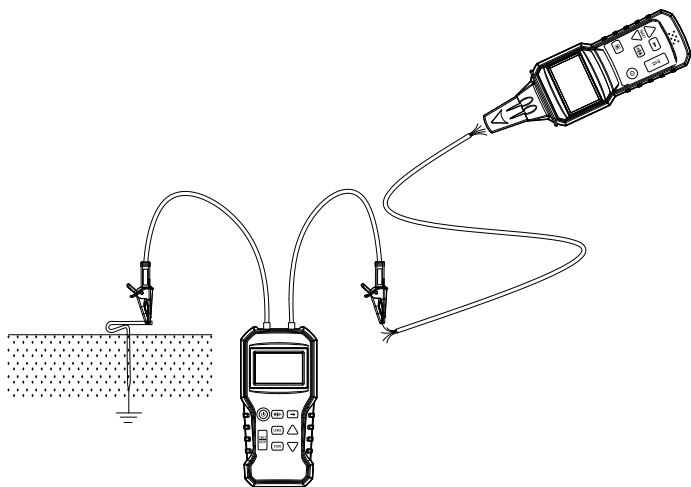

Abbildung 6 Verwendung des mitgelieferten Erdspießes (Erdungsstabes)
2. Siehe Abbildung 6 im Abschnitt „Anwendungsabbildungen“.